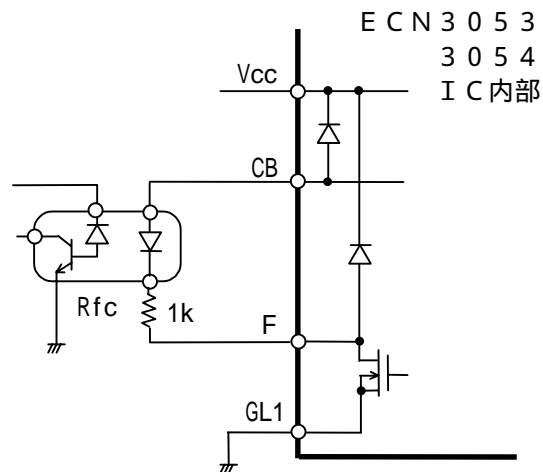

図9 . F a u l t 端子にホットカプラを接続する場合
- ・ ホトカプラを接続する場合は、図9に示す様にC B - F端子間に接続して下さい。端子出力電流は5mA (t y p .)とし、約1 k の制限抵抗R f cを接続します。
- ・ F a u l t出力がLレベルまたは、Hレベル(ハイインピーダンス)になる条件の内、下アーム不足電圧検出機能は2項(5) V C C端子、過電流検出機能は2項(6) O C端子を参照して下さい。